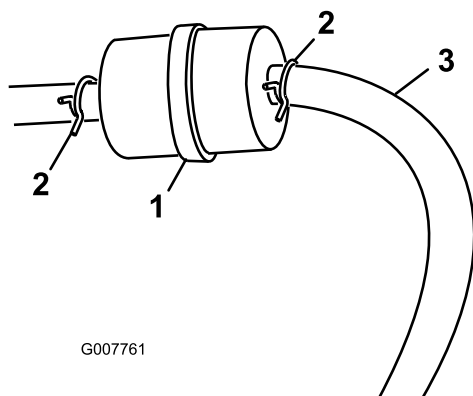

図 30
3. 古いフィルタのクランプをゆるめて脇に寄せる(図 30)。
5. 新しいフィルタをホースに取り付け、クランプで固定する (図 30)。
3. 燃料フィルタについているクランプをゆるめ、フィルタからはずらす (図 30)。
4. 燃料フィルタから燃料ホースを抜き取る (図 30)。
**注** 落ちてくるガソリンをガソリン容器または廃油受けに受ける (図 30)。
5. フィルタに燃料ホースをつなぎ、クランプで固定する (図 30)。